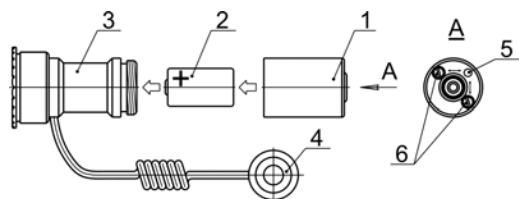

Рис.1 ЛАЗЕРНЫЙ ЦЕЛЕУКАЗАТЕЛЬ
- * соответствие заводского номера лазерного целеуказателя (рис.1, поз.7) номеру, указанному в п. 9 паспорта;
6.1. Вставить элемент питания 2 в ЛЦУ, соблюдая полярность, в соответствии с рис. 1. Свернуть корпус 1 с задней крышкой 3 до упора. Проверить наличие лазерного излучения нажатием на кнопку 4.
- последовательным вращением регулировочных винтов 6 (рис.1) добиться совмещения пятна с точкой прицеливания, временно включая ЛЦУ с помощью кнопки включения 4. Вращение регулировочных винтов 6 приводит к перемещению светового пятна в двух перпендикулярных направлениях.
При необходимости произвести замену элемента питания (2), соблюдая полярность, указанную на рис. 1.